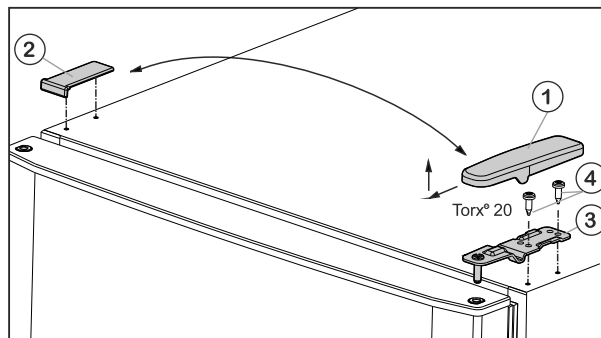
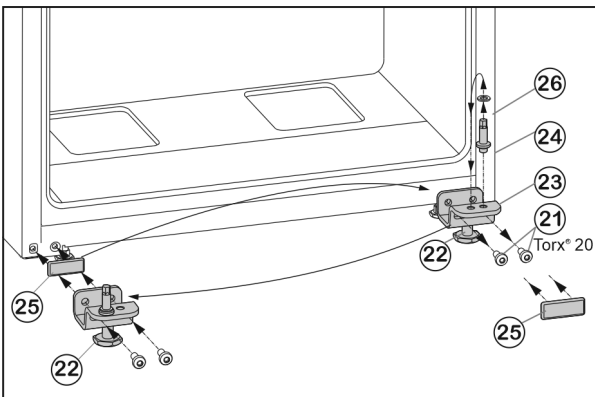

Fig. 5
Fig. 7
- ▶ Skinite pokrov Fig. 5 (1) prema naprijed i gore.
- ▶ Podignite pokrov Fig. 5 (2).
- ▶ Odvijte gornji podložak ležaja Fig. 5 (3) (2 puta Torx® 20 Fig. 5 (4)) i izvucite ga prema gore.
- ▶ Odvijte pričvrstne vijke Fig. 7 (21).
- ▶ Skinite cijeli podložak ležaja dolje Fig. 7 (23) zajedno sa svornjakom ležaja Fig. 7 (24), pločicom Fig. 7 (26) i podesivom nožicom Fig. 7 (22).
- ▶ Potpuno odvijte svornjak ležaja Fig. 7 (24) zajedno s pločicom Fig. 7 (26), premjestite ga u suprotnu prihvatnu rupu podloška ležaja i ponovo zavijte.
- ▶ Pažljivo skinite poklopac Fig. 7 (25) i premjestite ga na drugu stranu.
- ▶ Cijeli podložak ležaja dolje Fig. 7 (23) zajedno sa svornjakom ležaja Fig. 7 (24), pločicom Fig. 7 (26) i podesivom nožicom Fig. 7 (22) ponovno pričvrstite na novoj strani šarke, po potrebi uz pomoć odvijača na baterije (s 4 Nm).
- ▶ Stavite donja vrata odozgo na svornjak ležišta Fig. 7 (24).
- ▶ Podložak ležaja u sredini (13) umetnite u donja vrata okrenut za 180° pa ga pričvrstnim vijcima (11) (2 puta Torx® 20) **pritegnite čvrsto (s 4 Nm)** na novu stranu šarki.
- ▶ Ponovo postavite plastičnu pločicu (10).
- ▶ Stavite gornja vrata na podložak ležaja u sredini (13).
- ▶ Umetnite gornji podložak ležaja Fig. 5 (3) na novu stranu šarke u vrata.
- ▶ Čvrsto pritegnite gornji podložak ležaja (s 4 Nm) (2 x Torx® 20) Fig. 5 (4). Po potrebi upotrijebite odvijač na baterije.
- ▶ Pokrov Fig. 5 (1) postavite izvana na suprotnoj strani tako da se fiksira.
- ▶ Pokrov Fig. 5 (2) postavite odozgo na suprotnoj strani tako da se fiksira.
- ▶ Odvijte podesivu nožicu Fig. 7 (22) napodlošku ležaja dolje Fig. 7 (23) tako da se podupre o pod.